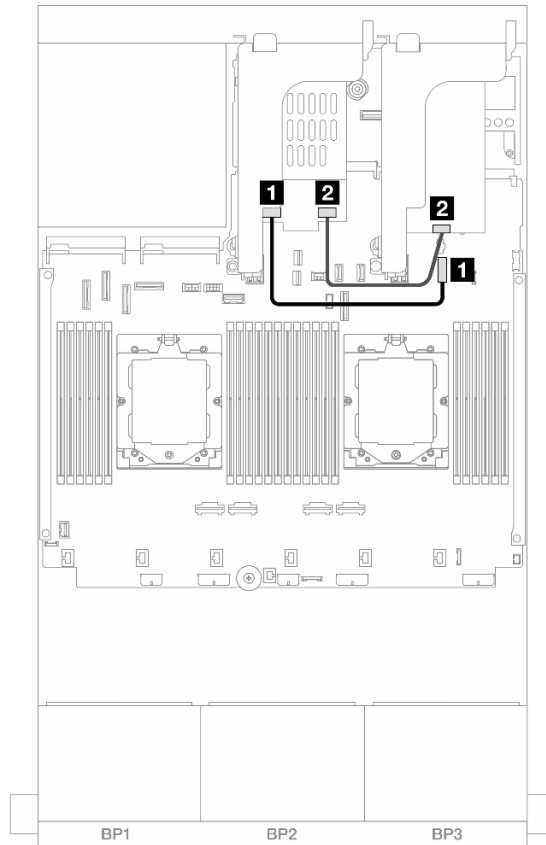

Figure 308. Cheminement des câbles RAID
- Figure 308 « Cheminement des câbles RAID » à la page 330